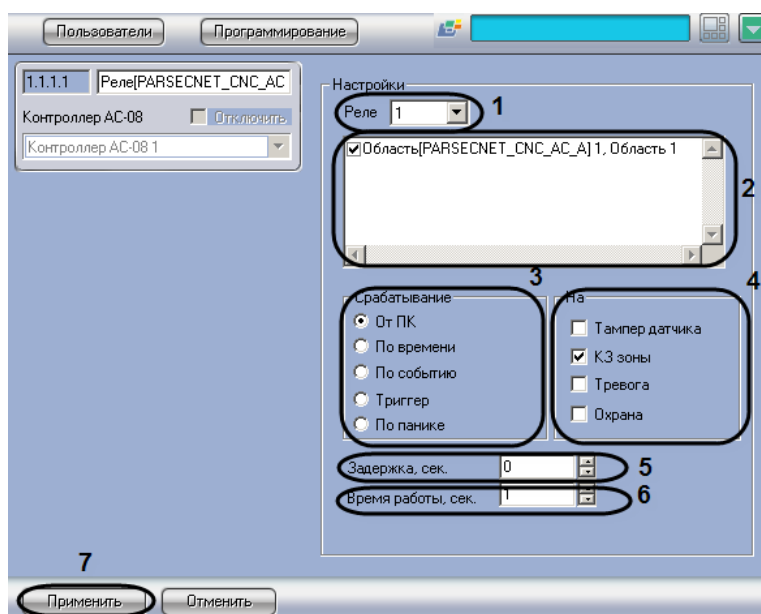

Рис. 3.5—7 Панель настроек объекта Реле
2. Из раскрывающегося списка **Реле** выбрать порядковый номер реле (см.Рис. 3.5—7,1).
3. Установить флажки напротив тех охранных областей, в которых используется данное реле (см. Рис. 3.5—7,2).